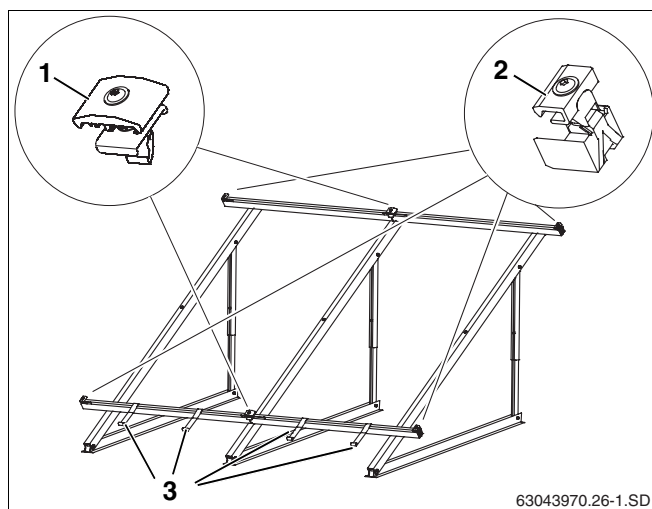

Fig. 44 Elemento di fissaggio per il collettore
Il fissaggio dei collettori sulle guide profilate avviene per mezzo dei terminali di fissaggio (fig. 44, **pos. 2**), all'inizio e alla fine di una fila di collettori, e dei giunti di fissaggio (fig. 44, **pos. 1**) tra un collettore e l'altro.
Inoltre, le sicurezze anti scivolamento (fig. 44, **pos. 3**) impediscono al collettore di scivolare.